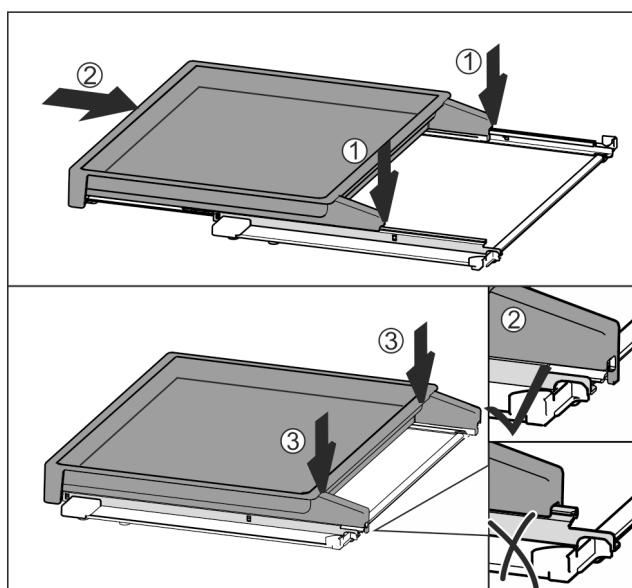

Fig. 113
- Встановіть по центру на рейки Fig. 113 (1).
- Повністю вставте витяжну панель Fig. 113 (2).
- Натиснути на задній бік, доки вона не зафіксується зі звуком Fig. 113 (3).